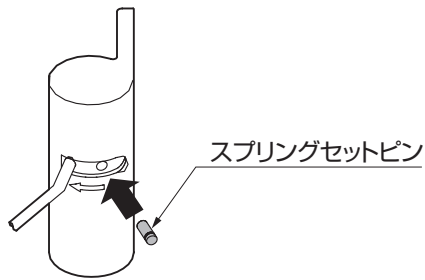

図5-3
- ⑤ 所定の巻込み量を巻込んだら、スプリングセットピンを挿入してスプリングが戻らないようにしてください。(図5-3参照)